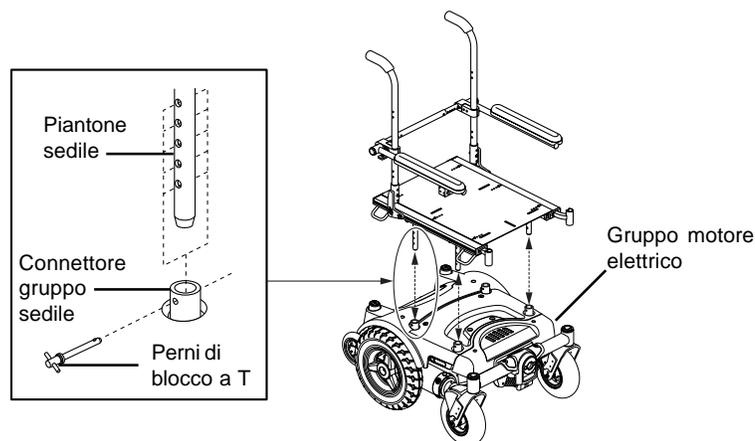

Figura 2. Installazione/Rimozione del sedile
1. Sfilare i perni di blocco a T dai connettori del gruppo sedile. Si veda figura 2.
2. Abbassare il sedile inserendo i quattro piantoni nei corrispondenti connettori del gruppo sedile. Si veda figura 2.